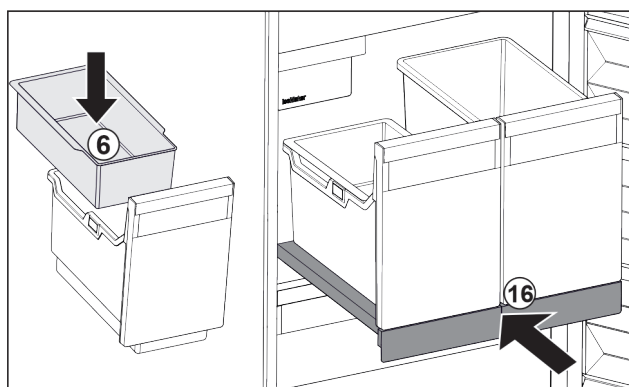

Fig. 40
- ▶ Vsaďte závěsnou misku Fig. 40 (6) pro kostky ledu.
- ▶ Zasuňte vysouvací přihrádku s nádobou (IceTower). Fig. 40 (16)